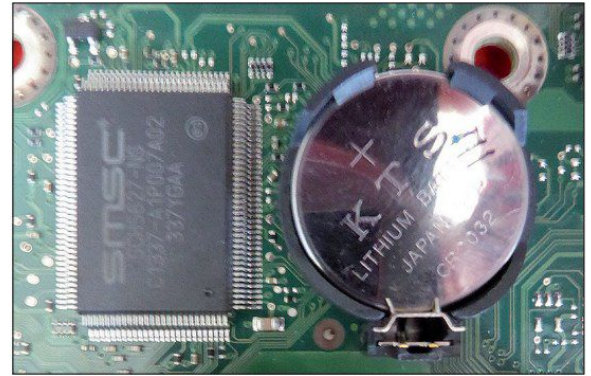

Bild 1: Lithium-Knopfzelle für CMOS-RAM
7. Auf dem Mainboard befindet sich eine Lithium-Knopfzelle (Bild 1). Welche Aufgabe erfüllt die Lithium-Knopfzelle und wie groß ist die Spannung?